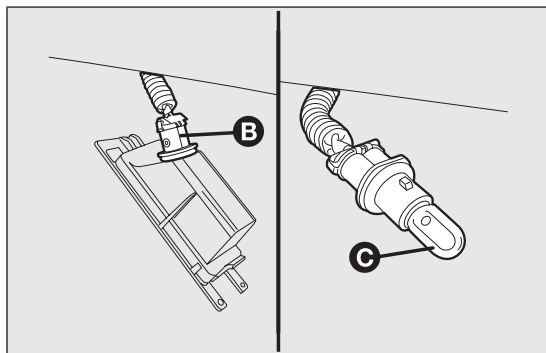

fig. 173
- ❑ ruotare in senso orario il portalampada B fig. 173;